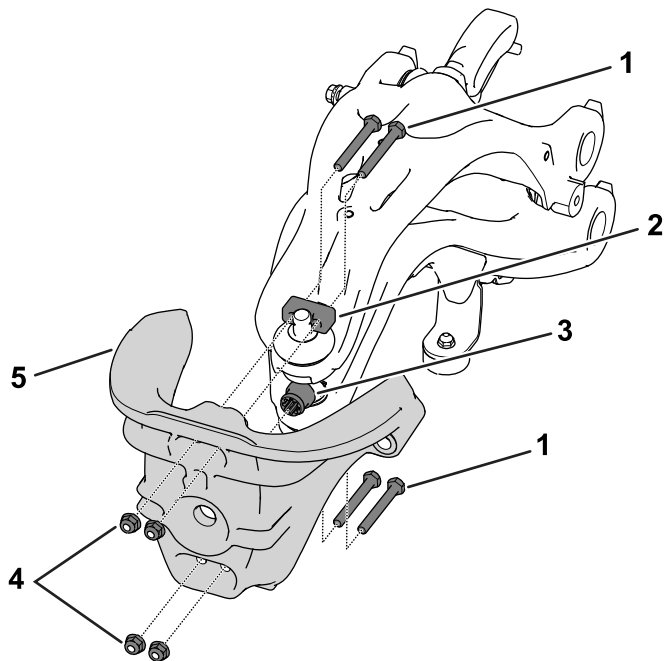

图 3
- 3. 卸下将转向头固定到悬架的六角头螺栓5/16 x 2½ 英寸、螺母5/16 英寸和夹具图 3。
- 4. 从转向头上卸下塑料花键套环图 3。
- 6. 使用在步骤 3 中卸下的五金件将转向头安装到悬架上图 3。